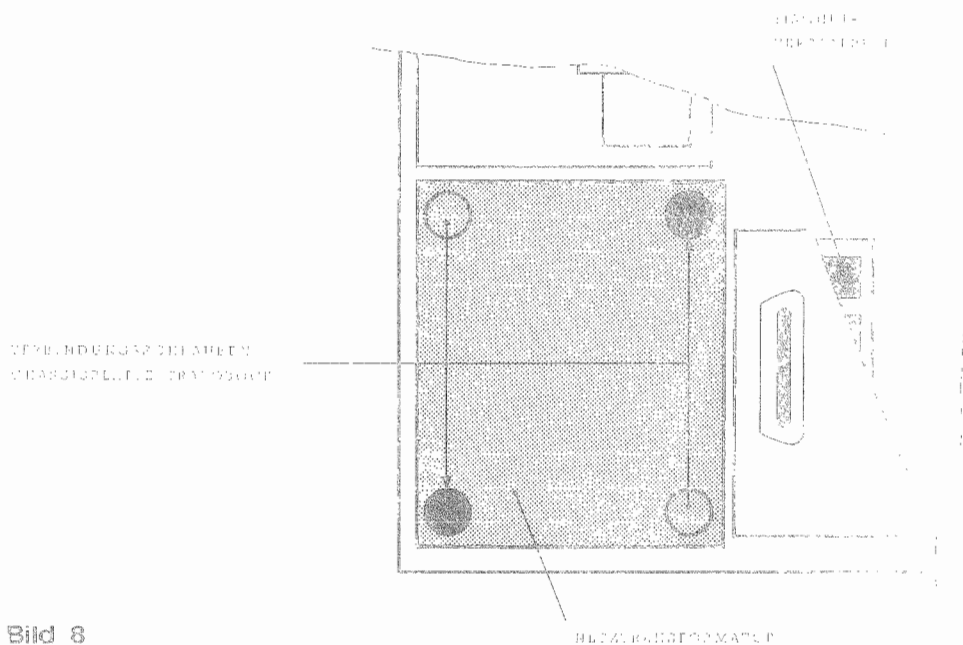

Bild 8
4. Von den 8 Innensechskantschrauben C (Bild 7) die zwei in Bild 8 markierten ganz herausschrauben.